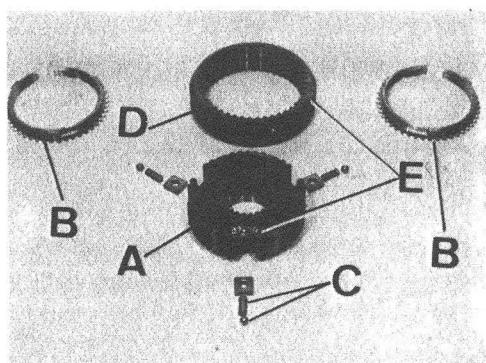

Fig. C1-124 Conjunto sincronizador 3a y 4a
- 1.9. Hacer una marca de coincidencia en el cuerpo interior y exterior del conjunto sincronizador de 3a y 4a velocidad, con el fin de no perder el apareamiento que existe entre ambos cuerpos, ya que de no hacerlo, habría que localizar el punto de mejor deslizamiento a la hora del montaje (Fig. C1-124).
- 1.10. Desarmar el conjunto sincronizador de 3a y 4a velocidad, empujando hacia abajo el cuerpo interior, A (Fig. C1-124) del sincronizado por medio de un cono, B, de sincronización, quedando así libres la bola y resortes, C, de la presión que ejercían sobre el cuerpo exterior, D, del sincronizado.